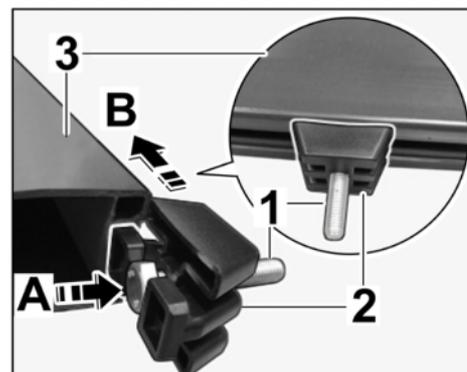

Figura 4
1.3.1 Posizionare la vite a testa esagonale M8 x 45 con la testa della vite a filo nella guida di scorrimento (in plastica) (⇒ *Figura 4-A*).
1.3.2 Inserire la guida di scorrimento (plastica) insieme alla vite a testa esagonale M8 x 45 nella scanalatura sul lato inferiore del portasci (⇒ *Figura 4-B*).